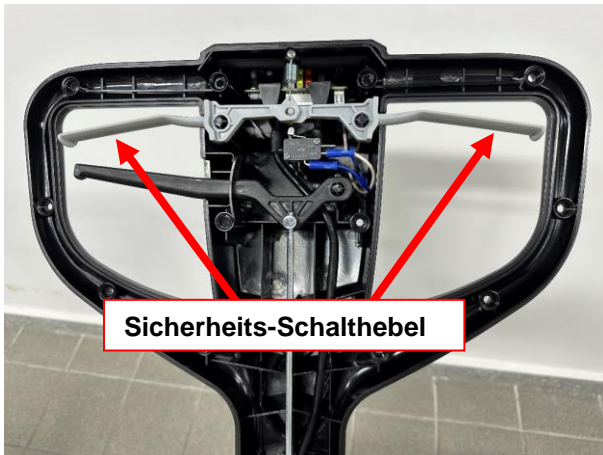

Abb. 9
41. Bauen Sie die Baugruppe des Sicherheits-Schalthebels aus (Abbildung 9).